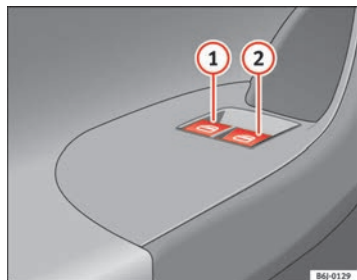

Fig. 48 Detalle de la puerta del conductor: mandos para las ventanillas delanteras.
Las teclas ⇒ página 92, fig. 48 ①, ②, tienen dos posiciones para la apertura de las ventanillas y otras dos para el cierre. De este modo es más fácil controlar las operaciones de apertura y cierre.